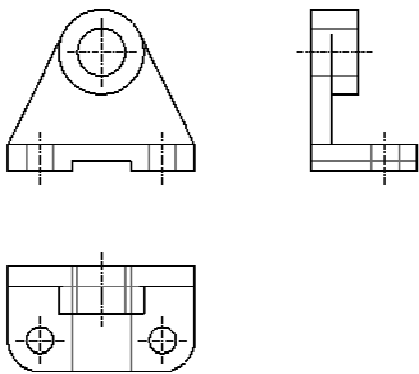

图 12-56 已有的三个绘图视图
① 在“快速访问”工具栏中单击“打开”按钮, 弹出“文件打开”对话框, 从光盘中选择配套文件“bc12_5_7.drw”, 然后单击“文件打开”对话框中的“打开”按钮。在该工程图文件中已经存在着如图 12-56 所示的三个视图。
② 在绘图中结合〈Ctrl〉键选择这 3 个视图作为要转换为绘制图元的视图。
③ 在功能区的“布局”选项卡中单击“编辑”组溢出按钮, 接着从打开的该组溢出命令列表中单击“转换为绘制图元”按钮。